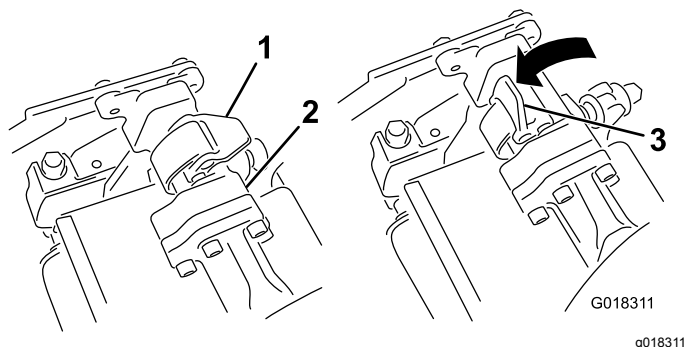
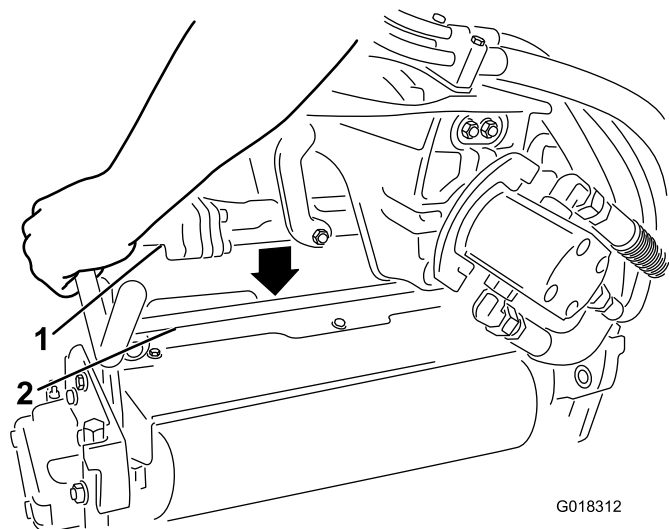

Figura 1
Figura 2
3. Con los enganches del brazo de suspensión orientados hacia arriba (Figura 1), empuje hacia abajo el brazo de suspensión de modo que la barra encaje en la barra situada en la parte superior de la unidad de rodillo triple (Figura 2).
4. Presione los enganches hacia abajo alrededor de la barra de la unidad de rodillo triple y bloquéelas (Figura 1).